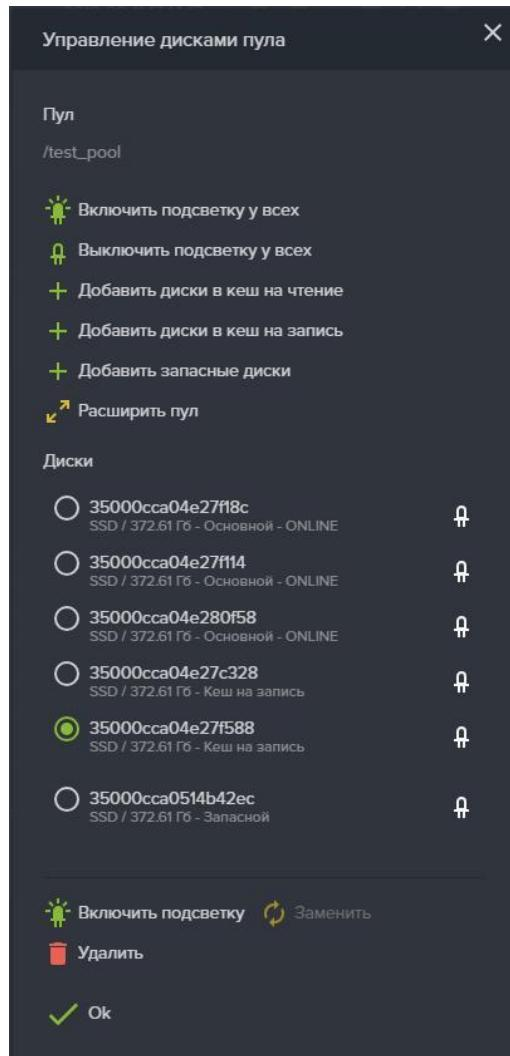

Рисунок 43 – Удаление из массива кэша на запись
4. Выберите любой из SSD дисков помеченных как «Кэш для записи» (см. Рисунок 43).